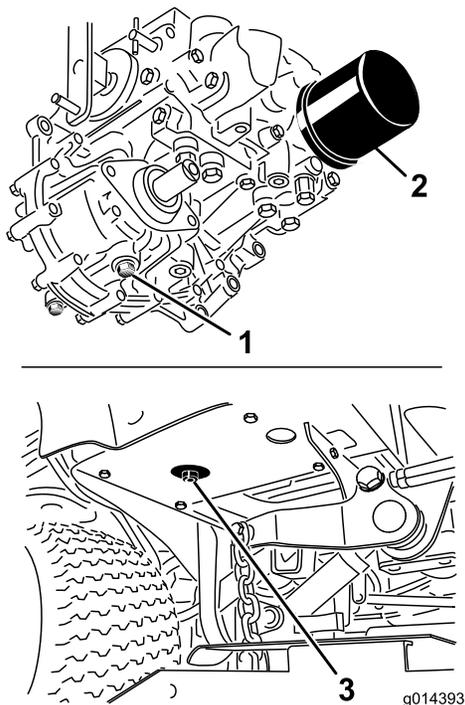

Figura 52
3. Coloque um recipiente grande sob o reservatório hidráulico e cárter da transmissão e retire os buijões, drenando todo o fluido hidráulico (Figura 52).
4. Limpe a zona em redor do filtro de fluido hidráulico e retire o filtro (Figura 52).